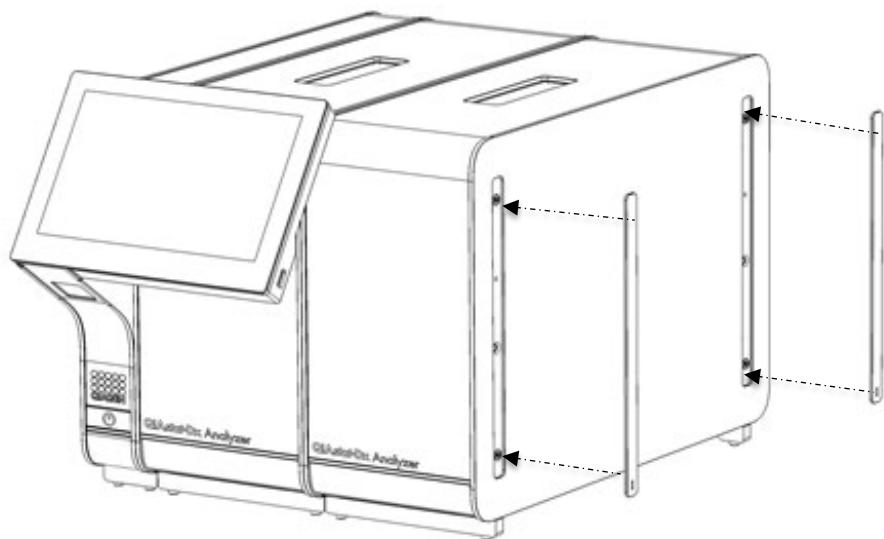

Abbildung 17. Wiederauflösen der Schutzabdeckungen am zusätzlichen Analysemodul.
5. Bringen Sie die Schutzabdeckungen an der Seite des zusätzlichen Analysemoduls wieder an (Abbildung 17).